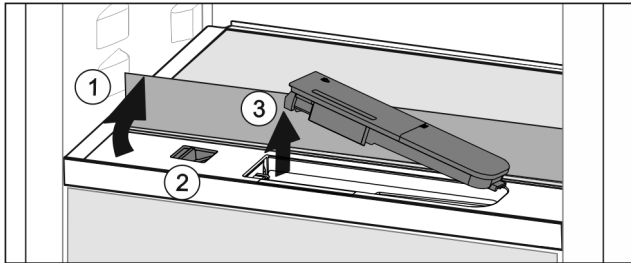

Fig. 145
- Løft glassplaten og vipp opp til anslag bakover Fig. 145 (1).
- Skyv skyveren Fig. 145 (2) til venstre.
- Ta ut vanntanken Fig. 145 (3).